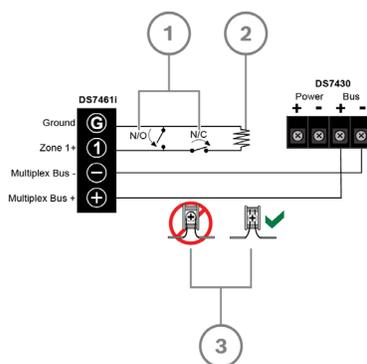
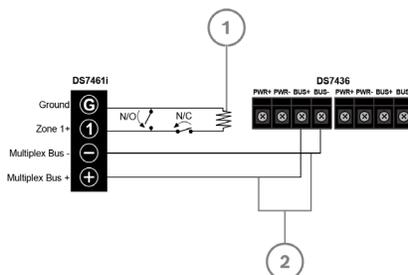

Figura 3: Fiação de um Módulo de Expansão Multiplex DS7430
Figura 4: Fiação de um Módulo de Expansão Multiplex DS7436
- Conecte a fiação à DS7461i, conforme mostrado na *Figura 3* e na *Figura 4*.